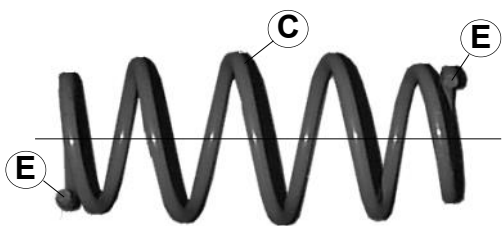

fig.2.
6. Platzieren Sie die Niveaufeder **C** auf Federteller **A** mit den Enden **E** zur Vorderseite des Autos. Siehe Fig.2.
6. Comprimez le ressort de renfort **C** sur le support **A**, l'extrémité **E** orientée vers l'avant de la voiture. Cf. fig 2.